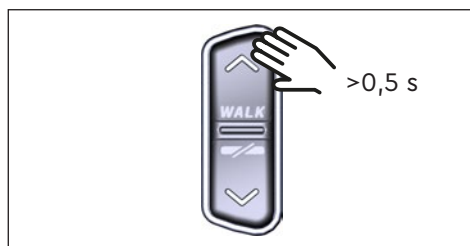

Fig. 9: Attivazione dell'assistenza alla camminata
- ▶ Quando l'e-bike è ferma, prema il pulsante SU sul display Remote per più di 0,5 s (vedere Fig. 9) per attivare il walk assist.